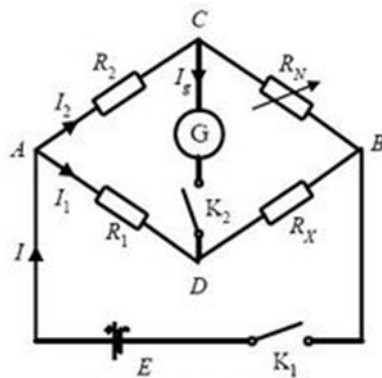

图 1：惠斯通电桥电路
**惠斯通电桥**：是惠斯通 1843 年提出的电桥电路。它由四个电阻和检流计组成， $R_N$  为精密电阻， $R_X$  为待测电阻（图 1）。接通电路后，调节  $R_1$ 、 $R_2$ 、 $R_N$ ，使检流计电流为零，电桥达到平衡，此时有  $R_X = R_1 \times R_N / R_2$ 。通过交换测量法（交换  $R_N$  与  $R_X$  的位置，不改变  $R_1$ 、 $R_2$ ）得出  $R_X$  当